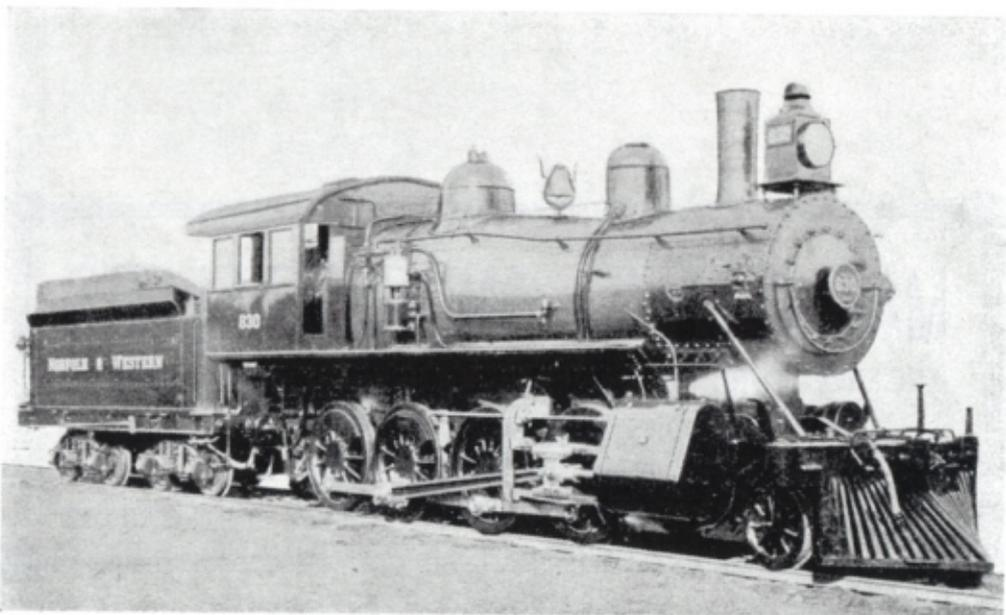
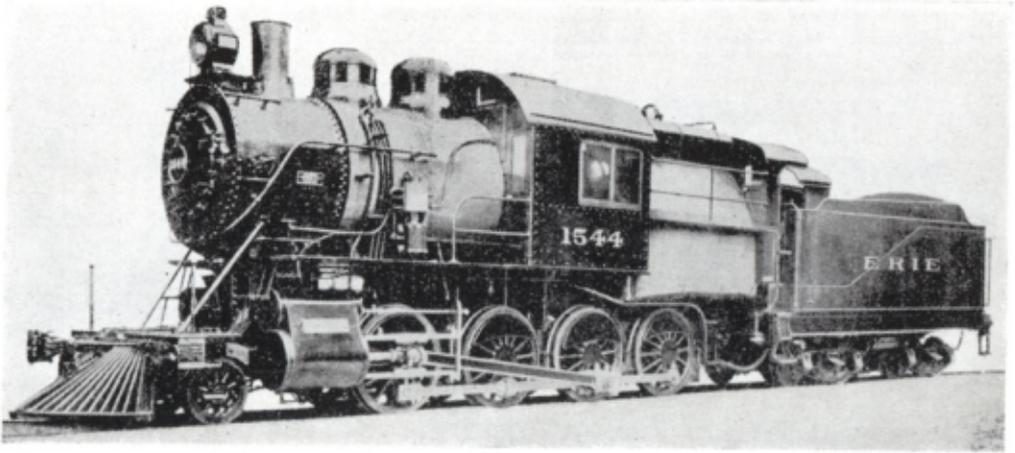
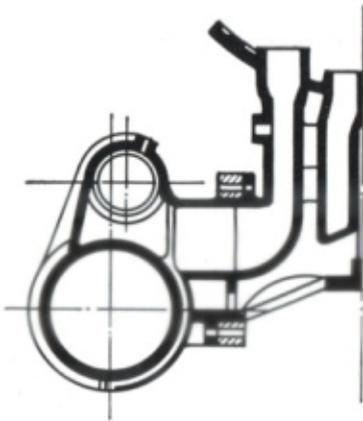

Fig. 44. — « Consolidation » à chaudière à « Wagon-top ».
Fig. 46. — « Consolidation » à foyer Wootton.
Fig. 45. — Coupe des cylindres de la « Consolidation » n° 830 du NORFOLK AND WESTERN RAILROAD. (Dessin de l'auteur)
NORFOLK & WESTERN a des tiroirs cylindriques et une chaudière à « wagon-top » (fig. 44). La fig. 45 schématise une coupe des cylindres et donne une idée de la disposition du distributeur et des canaux de vapeur. Remarquer la façon pratique de fixation des cylindres au châssis en barre de la machine. Une grosse « Mother Hubbard » (12) est représentée à la fig. 46; c'est la machine
(12) Mother Hubbard = expression populaire américaine signifiant sorcière; employée péjorativement à l'adresse des machines qui ont le poste de conduite à cheval sur la chaudière; de ce fait, de conduite difficile avec mécanicien et chauffeur séparés.